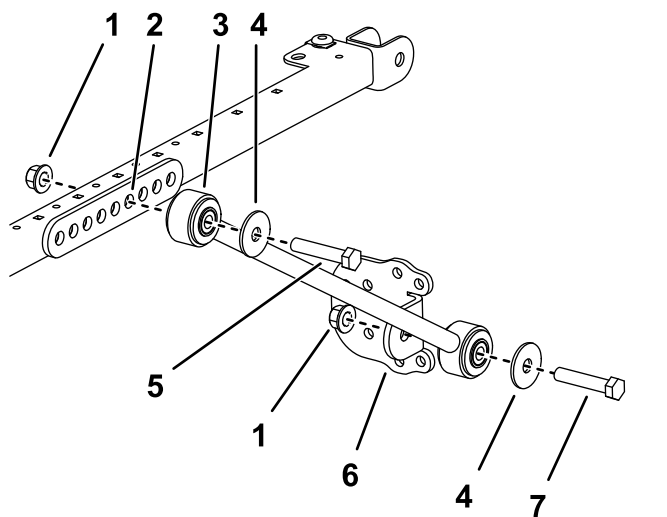

Figure 20
12. De chaque côté du cadre du pare-soleil, fixez légèrement une extension dans le quatrième trou du support du renfort à l'aide de 2 boulons ($\frac{1}{2}$ " x $2\frac{3}{4}$ ") et 2 écrous à embase ($\frac{1}{2}$ "), comme montré à la Figure 20.
13. Fixez légèrement un support à chaque renfort à l'aide d'un boulon (1/2" x 2 1/2"), d'une rondelle (1/2") et d'un écrou à embase (1/2"), comme montré à la Figure 20.